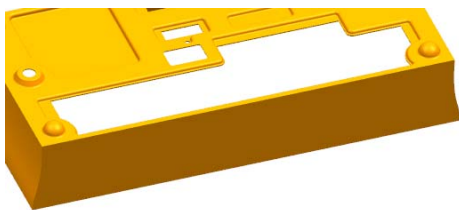

图 8-81 创建法向除料特征
(4) 返回到“法向除料”对话框，单击 按钮，创建法向除料特征，如图 8-81 所示。